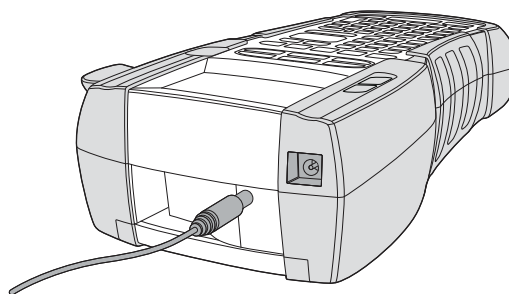

Figure 3
1. Branchez l'adaptateur dans le connecteur d'alimentation situé sur le haut de l'imprimante. Voir Figure 3.